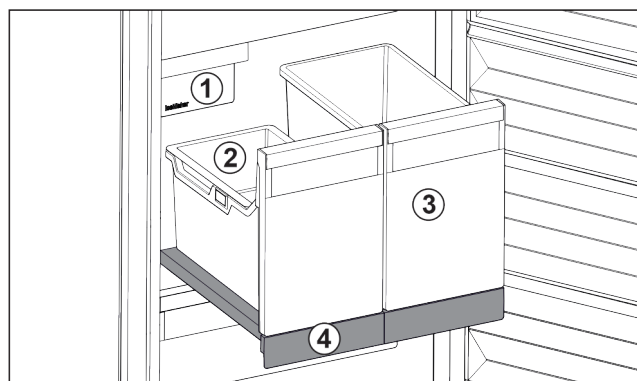

Fig. 193 Ripiano estraibile con IceTower
(1) IceMaker
(2) Vaschetta da agganciare per cubetti di ghiaccio
(3) Contenitori ad es. per pizza, bevande alcoliche
(4) Ripiano estraibile
Sul ripiano estraibile ci sono due contenitori alti (IceTower). I cubetti di ghiaccio dall'IceMaker vengono raccolti e conservati nel contenitore Fig. 193 (2). Il contenitore Fig. 193 (3) è adatto per conservare alimenti alti come pizze o bevande alcoliche.